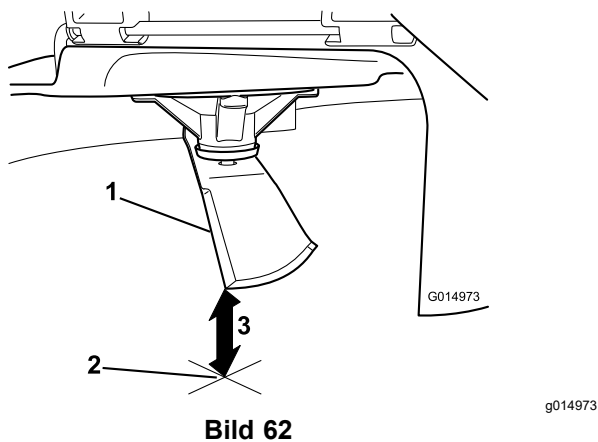

**Bild 61**
4. Drehen Sie dasselbe Messer um 180 Grad, sodass die andere Schnittkante jetzt in derselben Stellung ist (**Bild 61**).